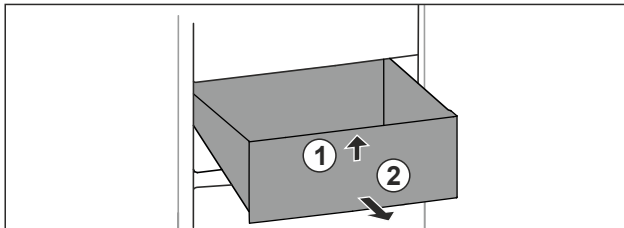

Fig. 20
- ▶ Lade aan de voorkant optillen. Fig. 20 (1)
- ▶ Lade naar voren toe verwijderen. Fig. 20 (2)